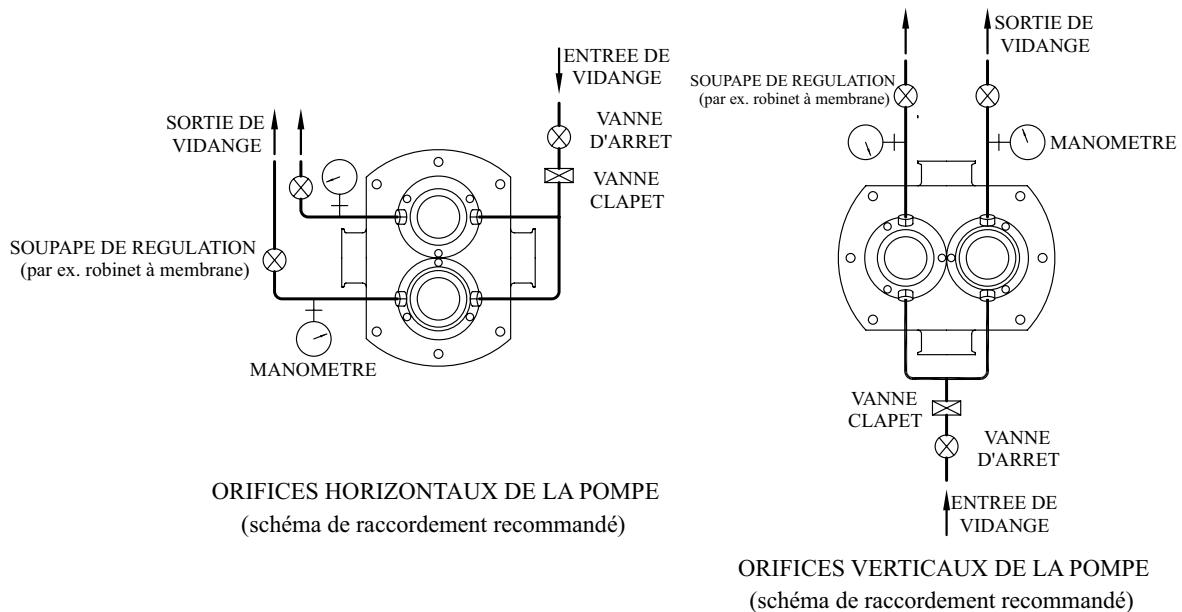

Figure 3.3.1
- Le système de rinçage spot convenablement installé et connecté, voir les recommandations sur les figures 3.3.1 et 3.3.2.
Le système de rinçage peut être disposé de la même façon que les joints mécaniques doubles illustrés dans les figures 3.3.1 et 3.3.2. Les doubles joints toriques doivent être lubrifiés avec de la graisse si l'application de la pompe le justifie. Dans ce cas, les chambres étanches de rinçage sont remplies par les graisseurs avec de la graisse approuvée qui est approprié pour une utilisation avec le produit pompé. Les chambres doivent être complètement remplies pour un fonctionnement correct. Ceci peut être effectué en mettant les chambres en surpression pour que la graisse s'échappera des joints pour aller dans les arbres et dans le boîtier du rotor. La quantité de graisse dans les chambres de joint doit être contrôlée quotidiennement. Si la pompe est utilisée pour des applications en charge constante, elle doit être vérifiée plusieurs fois sur chaque période de 24 heures.